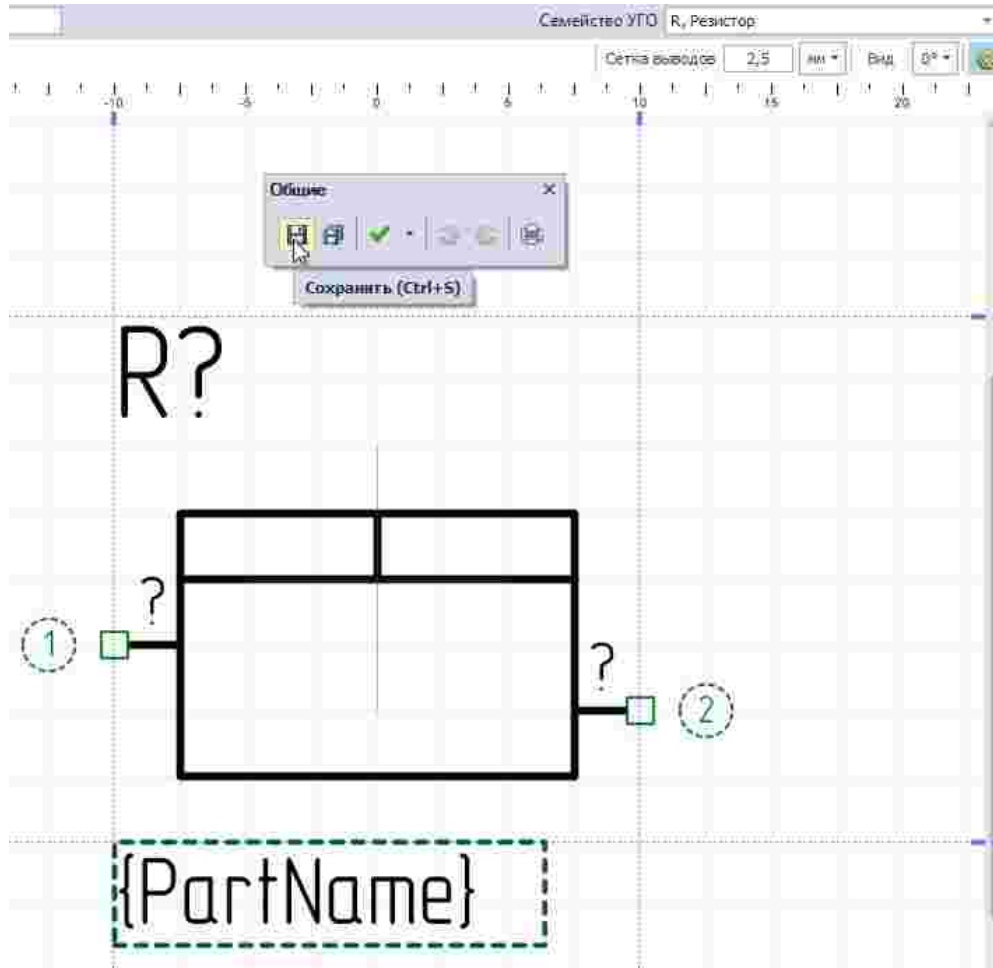

Рис. 195 Создание и сохранение УГО для базового типа представления (при повороте на 0°)
1. Создайте графику УГО, разместите выводы, заполните всю необходимую информацию по атрибутам и стилю их отображения и нажмите «Сохранить» на панели инструментов «Общие», Рис. 195.